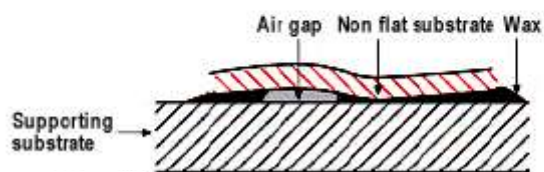

図 27
**問題 B:** 平坦でない素材では、ワックスが素材と支持基板の間のすべての隙間を埋めることができず、主に素材の下部で切断品質が低下します(図 27)。